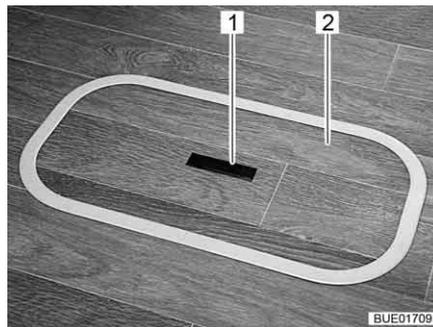
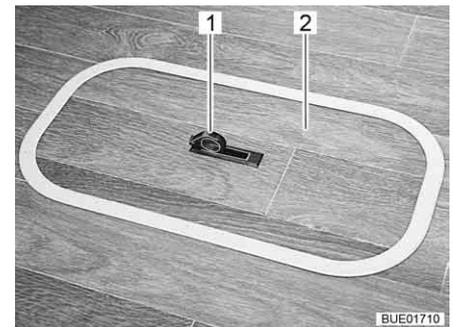

Fig. 61 Cubierta del compartimiento del fondo (tirador hundido)
Fig. 62 Cubierta del compartimiento del fondo (tirador girado hacia fuera)
- Presionar hacia abajo un lado de la placa de agarre (Fig. 61,1). El tirador (Fig. 62,1) girará hacia arriba.
- Quitar la cubierta (Fig. 61,2 ó bien Fig. 62,2) hacia arriba.